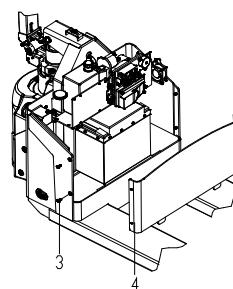

Fig.02
- (Fig.02) desaperte o parafuso 3 e retire a tampa traseira da caixa 4;